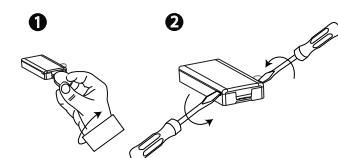

Figure 4: Retrait du capot de l'appareil
- Insérez une pièce dans la fente et tournez pour retirer le capot. Voir la Figure 4. Si vous n'avez pas de pièce, insérez un tournevis plat de 4 mm dans chaque fente du capot en plastique, et tournez pour ouvrir chaque côté du capot. Voir la Figure 4.2.
- Retirez le capot. Voir la Figure 4.
Avant de procéder au test, séparez le capot du socle. Remarque: Voir la Figure 4.